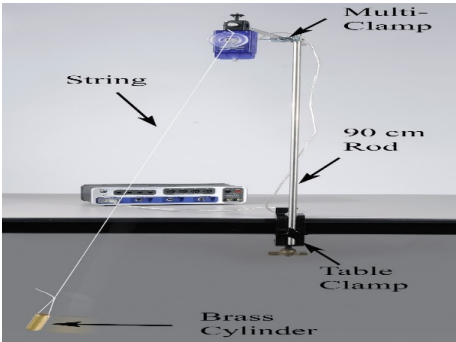

Figura 15.1: Péndulo simple.
1. Fijar la abrazadera y la varilla de 90 cm a la mesa como se muestra en la figura 15.1. Utilizar la abrazadera múltiple y la varilla de 45 cm para suspender el sensor de movimiento.